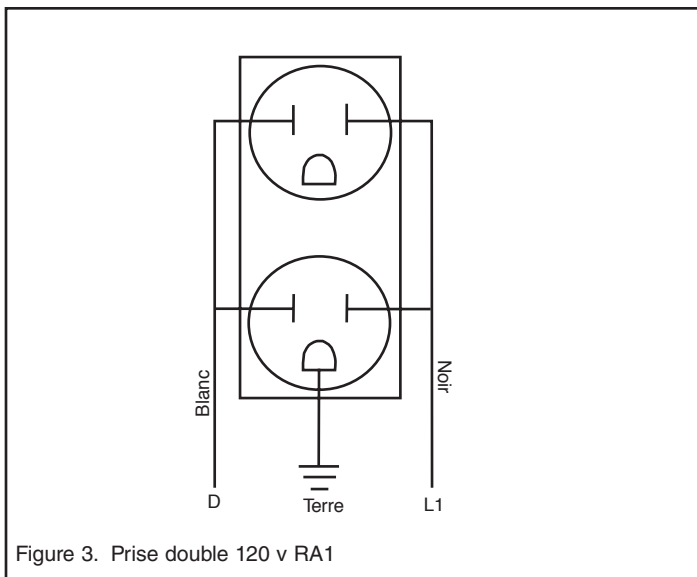

Figure 3. Prise double 120 v RA1
- Raccordez les conducteurs d'alimentation à la prise double selon le schéma (Figure 3).